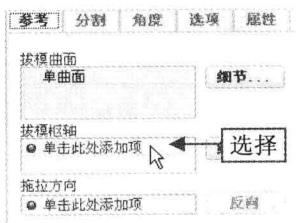

图 10-64 选择相应选项
Step 03 单击“参考”按钮，弹出“参考”下滑面板，在“拔模枢轴”选项区中选择“单击此处添加项”选项，如图 10-64 所示。